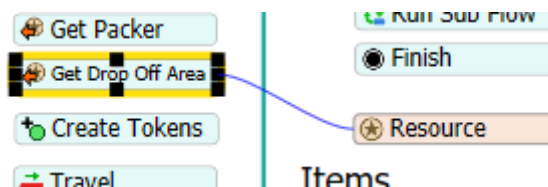

Figura 58- Referenciar Get Drop Off Area
- Resource Reference: Com o conta gotas clique sobre o Resource que está ao lado como mostra a Figura 58.